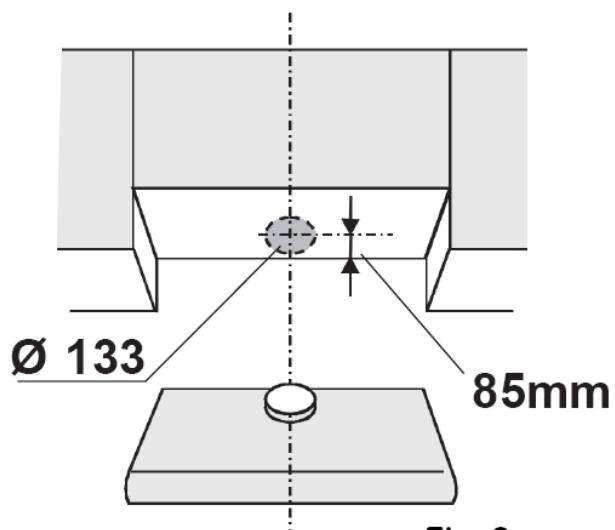

Fig. 8
- 2) Si utiliza la salida superior [B] para la evacuación del aire a través de un mueble alto, realice con anterioridad un agujero de 133 mm de diámetro en su mueble (Fig. 8)